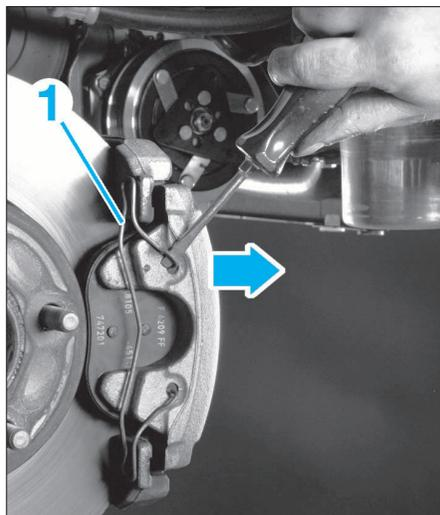

FIG. 7
- Déposer le ressort (1) de l'étrier (Fig.7).